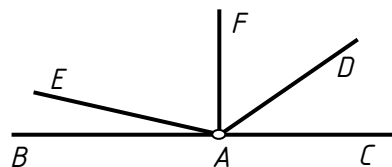

Рис. 5
**Задание 4.** Определите, сколько изображено на рис.5 развернутых, тупых, острых и прямых углов. Напишите их буквенное обозначение, например  $\angle FAB$ .